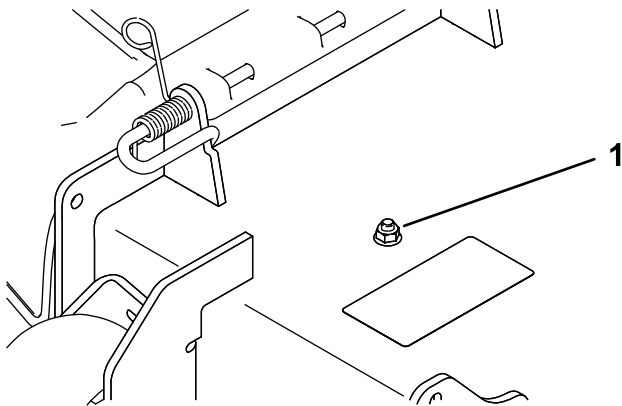
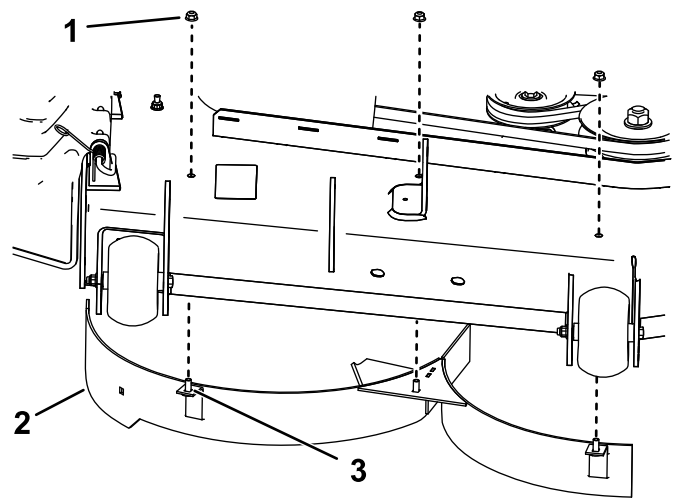

Figura 7
Figura 8
1. Rimuovete il dado e il bullone dalla posizione illustrata nella Figura 7 o nella Figura 8.
2. Montate il deflettore destro utilizzando i 3 dadi (5/16"), come illustrato nella Figura 8. Serrate i dispositivi di fissaggio manualmente.